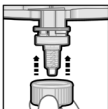
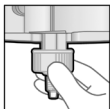

Abb. 3
Abb. 4.1
5. Wenn der Mixing Tip korrekt platziert ist (Abb. 3), schieben Sie den Dynamix Fixation Ring bis zum Anschlag über den Mixing Tip und drehen ihn nach rechts (1/4 Drehung) bis er sicher verriegelt ist (Abb. 4.1, 4.2, 5)